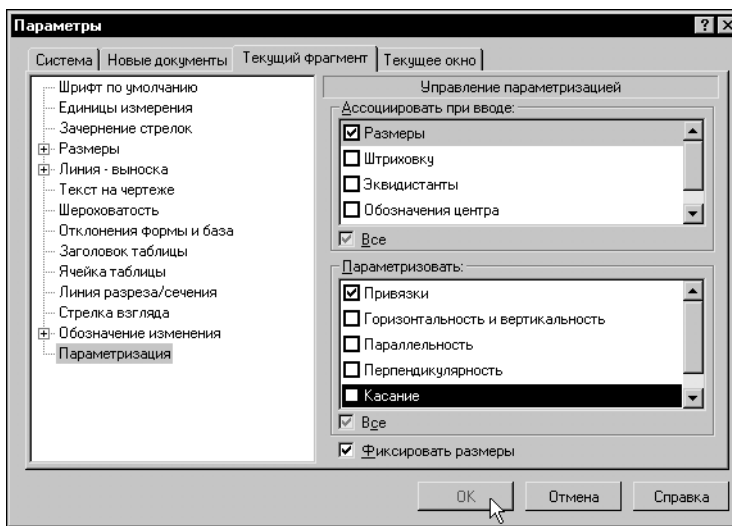

Рис. 59.66. Настройка параметризации
2. Включите и настройте режим параметризации (рис. 59.66).